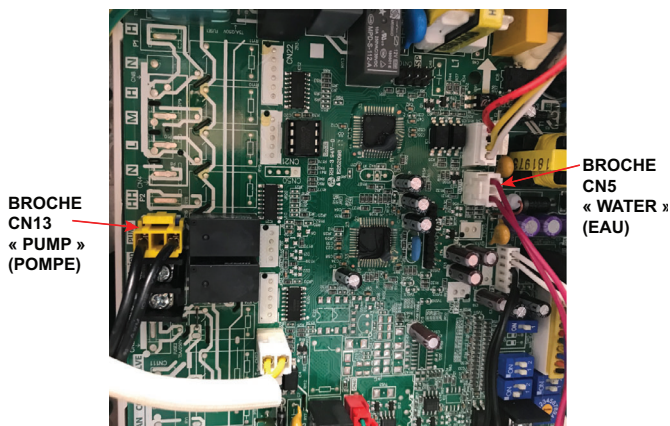

Fig. 34 – Connecteurs de la pompe de relevage de condensat
- Branchez le câble d'alimentation de la pompe externe à la broche « PUMP » (POMPE)/CN13 et branchez le câble du capteur de niveau d'eau à CN5/« WATER » (EAU) pour activer la pompe (voir la figure 34).